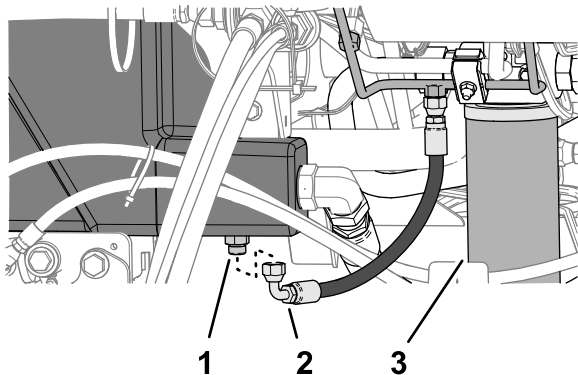

Figura 143
2. Așezi o tavă de golire de mari dimensiuni sub fittingul drept (Figura 143) al rezervorului de ulei hidraulic; consultai Verificarea nivelului de ulei hidraulic \(Pagină 77\).